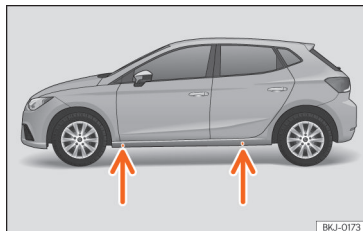

Fig. 190 Pontos de apoio do macaco.
- Procure na longarina a marca do ponto de apoio do macaco (zona afundada) mais próximo da roda a substituir »» Fig. 190.